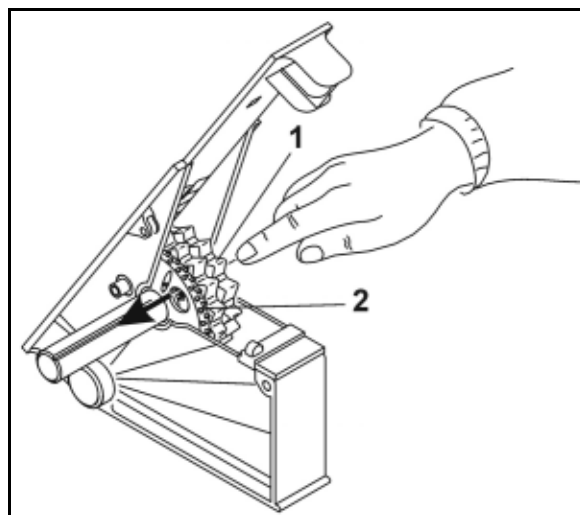

Fig. 30
1. normaal zaairad (Fig. 30/1) zover op de zaai-as verdraaien tot de blokkeerstift in het zaairad zichtbaar is.
2. druk bij ieder zaairad de stift, zoals in Fig. 30 tegen het fijn zaairad (Fig. 30/2). Aansluitend de verbinding controleren!